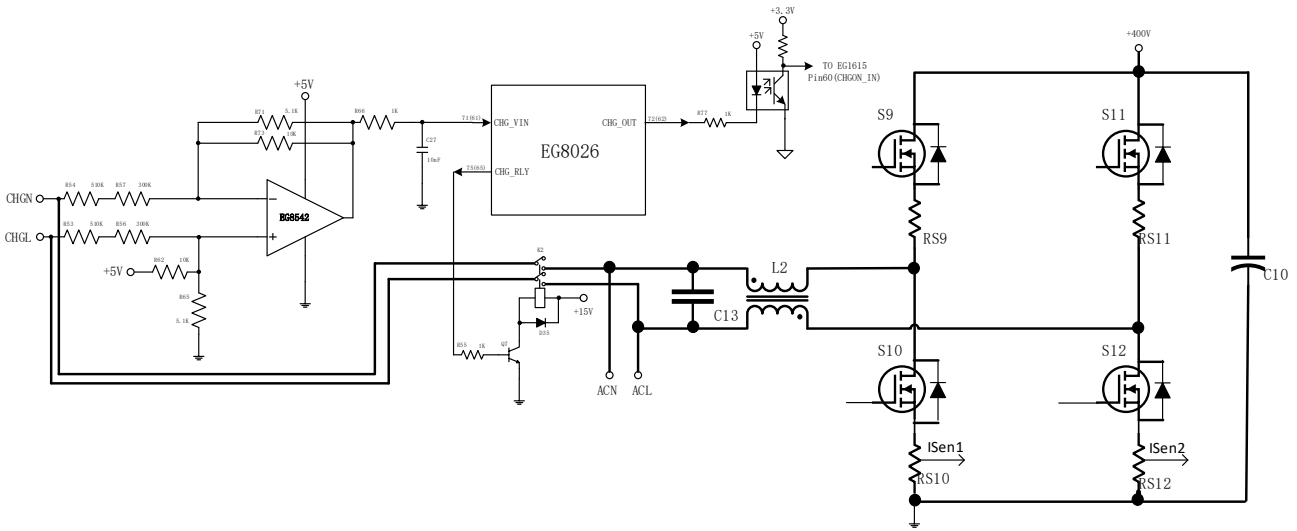

图 8.4 PFC 和 DC/AC Inverter 功能切换框图
图 8.4 为 EG8026 实现的 PFC 和 DC/AC Inverter 功能切换框图，当市电输入到 CHGL 和 CHGN 时，EG8026 的引脚 71 (61) CHG_VIN 将检测到交流电压有效，同时输出两路信号 CHG_RLY 和 CHG_OUT，CHG_OUT 是充电模式开启的输出信号，用于输出给 EG1615 芯片做充电切换的控制信号，低电平有效，应用时如图 8.4 中所示，需要加 PC817 光耦进行隔离处理，CHG_RLY 是继电器控制信号输出，高电平有效，用于市电检测有效后，打开继电器切换到 PFC 升压模式，市电拔出后，关闭继电器切换到逆变模式，由前级升压的 400V 逆变为 220V 交流供 ACL 和 ACN 输出。